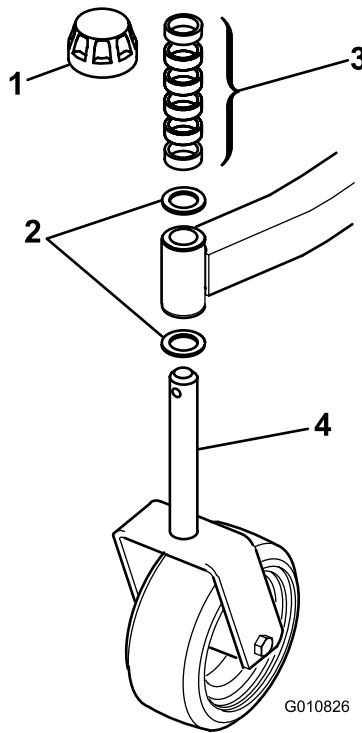
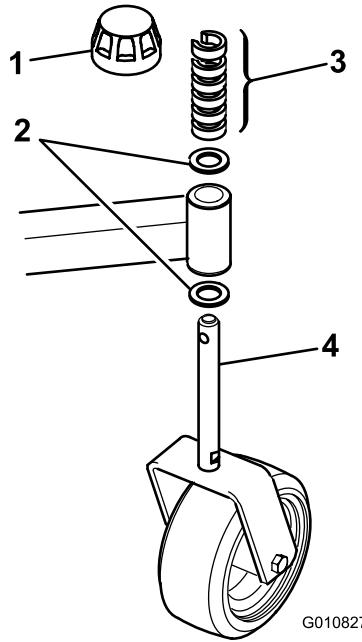

図2
図3
- スピンドルシャフトからテンショニング キャップを取り外し、スペーサとスラストワッシャを取り出します。図 2 と 図 3。